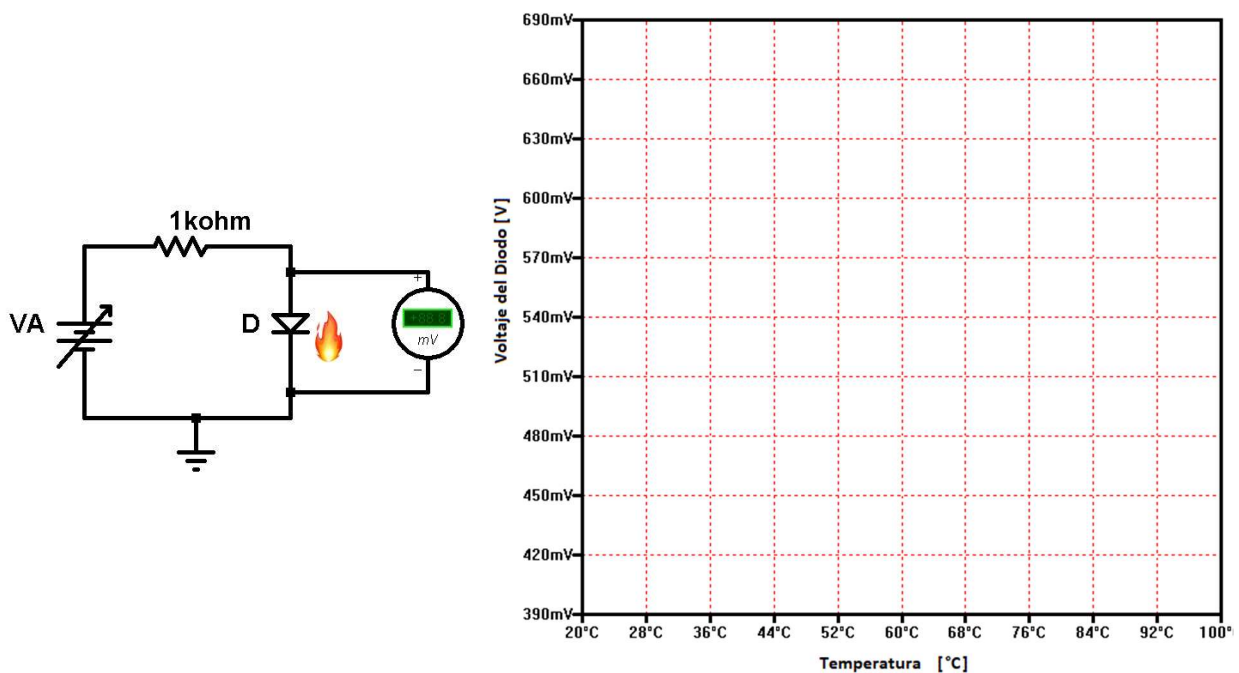

Fig. 7.- Circuito y Gráfica para utilizar un diodo como sensor de temperatura.
5. Armar el circuito sensor de temperatura mediante el uso del diodo y obtener su comportamiento para una corriente constante 10mA (Fig. 7).